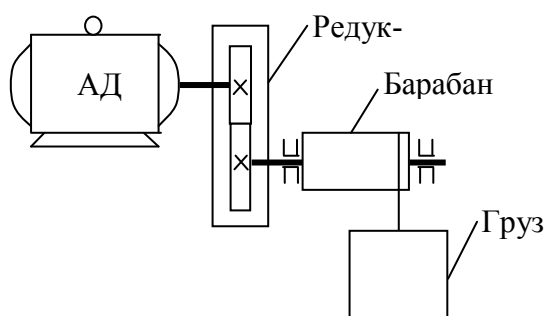

Рис.1
1. Для главного привода подъемного механизма, выполненного по кинематической схеме (рис.1), в соответствии с индивидуальным заданием выбрать асинхронный электродвигатель (АД) с короткозамкнутым ротором основного исполнения. Режим работы электропривода – **S3**.